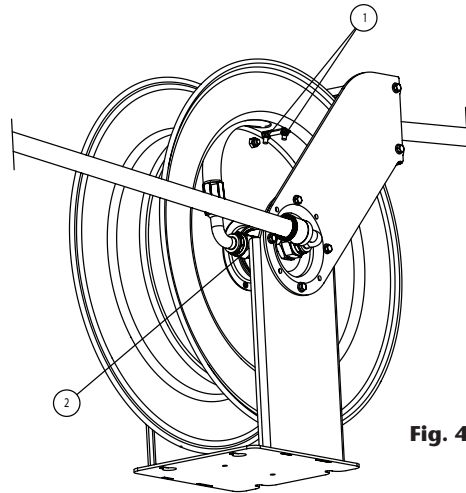

Fig. 4
2. Conecte la nueva manguera a la rótula (2) (Fig. 4), coloque el abarcón (1) (Fig. 4) de modo que sujete a la manguera contra el tambor firmemente y comience a recoger la manguera girando el tambor manualmente.
2. Retire el abarcón aflojando sus tuercas (1) y desconecte la manguera de la rótula (2) (Fig. 4).